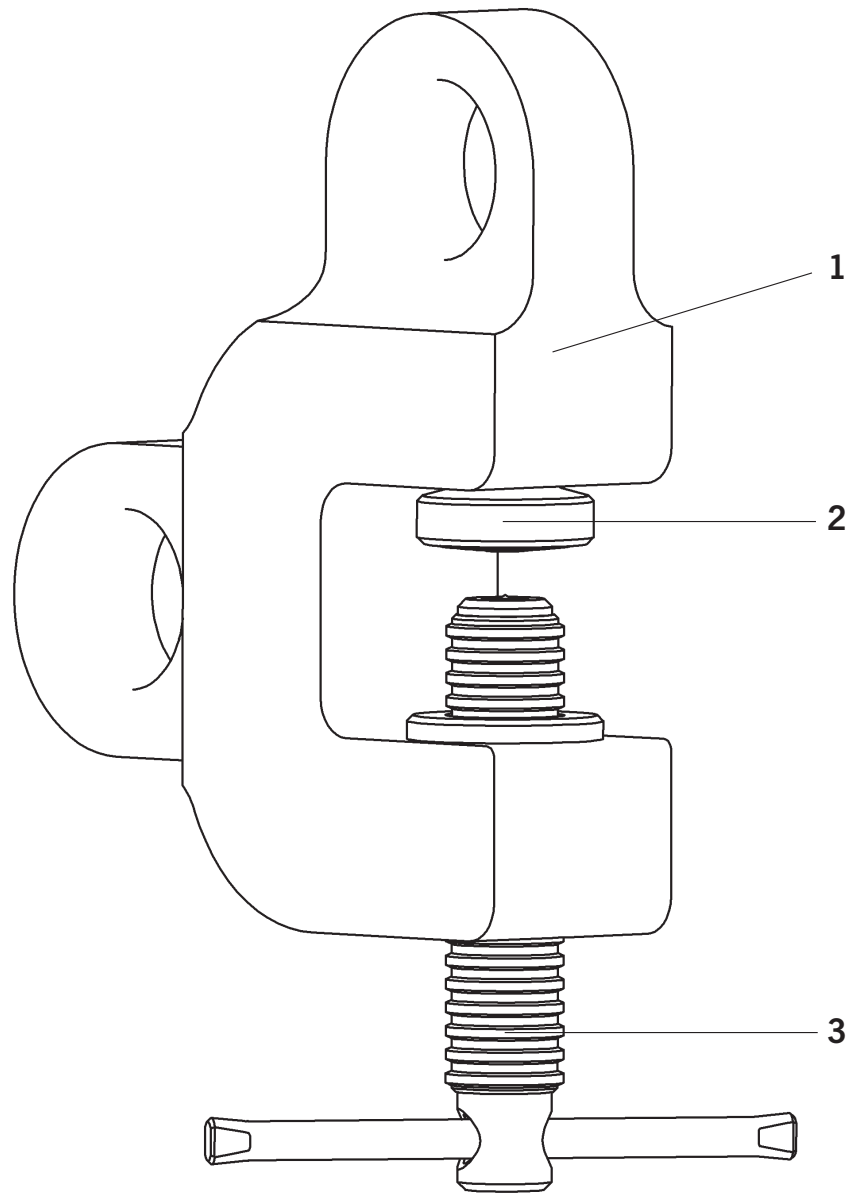

Fig. 5
- Gewindespindel und Klemmteller (Fig. 5) auf Verschleiß und Mängel prüfen. Beide Bauteile müssen ein sauberes Profil besitzen.
Mit weit geöffneter Spindelstellung ist das Lastaufnahmemittel mit seinem Maul bis zum Anschlag auf das Hebegut zu schieben und die Gewindespindel (Fig. 5) ist handfest anzuziehen. Dabei darf die Klemme nicht verkantet zum Hebegut angesetzt werden.